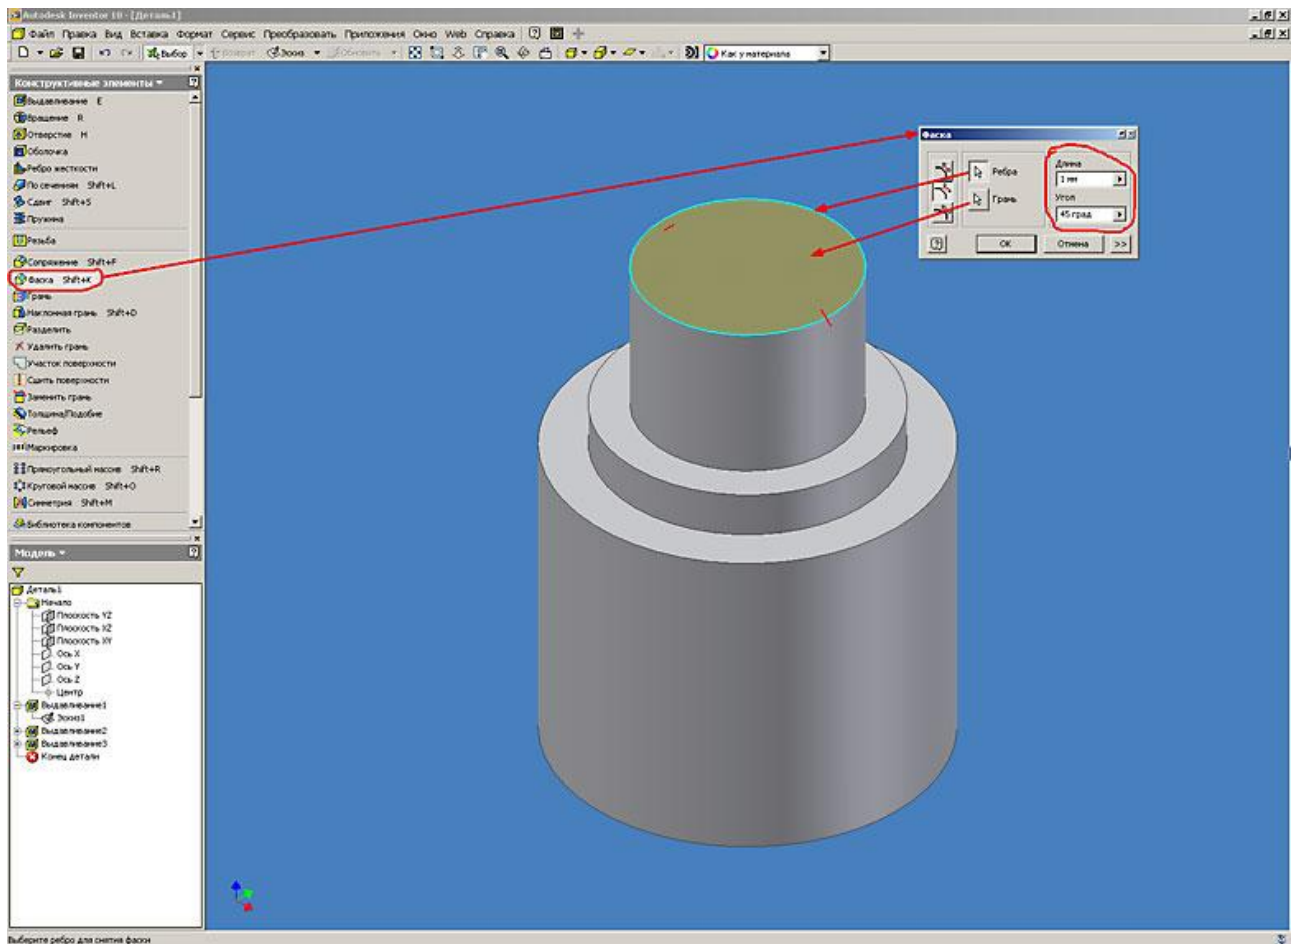

Рис. 8. Autodesk Inventor. Работа с конструктивными элементами (выдавливание)
8. Для построения фаски необходимо нажать кнопку “фаска” в инструментальной палитре. В открывшемся диалоговом окне необходимо выбрать метод построения фаски (длина; длина и угол; две длины). В нашем случае используем метод “длина и угол”, для этого необходимо сначала указать грань, относительно которой будет отсчитываться угол фаски, а затем ребро, на котором она будет построена. После определения геометрических размеров фаски нажимаем кнопку “Ок” (рис. 8).